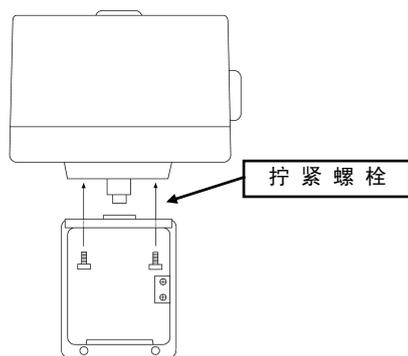

图 3
- (1) 由于采用六角头头部带孔螺栓(M10×25), 请使用六角扳手将其安装到执行器上。以90度为单位可以将执行器朝着任意方向安装。(参照图3)